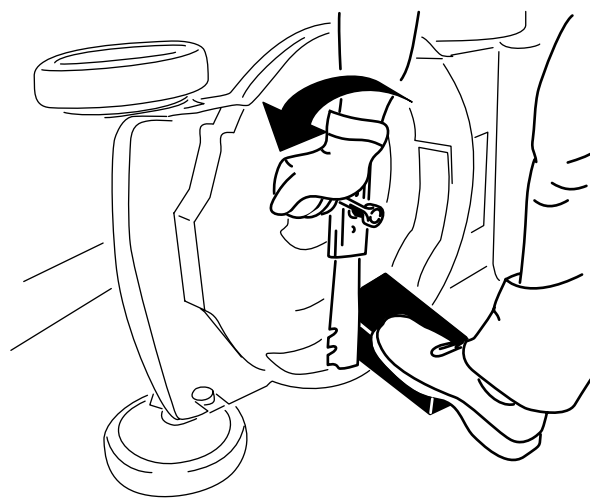

Figura 21
2. Folosii o bucată de lemn pentru a menține lama stabilă (Figura 21).
3. Îndepărtați urubul lamei, consola i lama; păstrați consola i urubul (Figura 21).